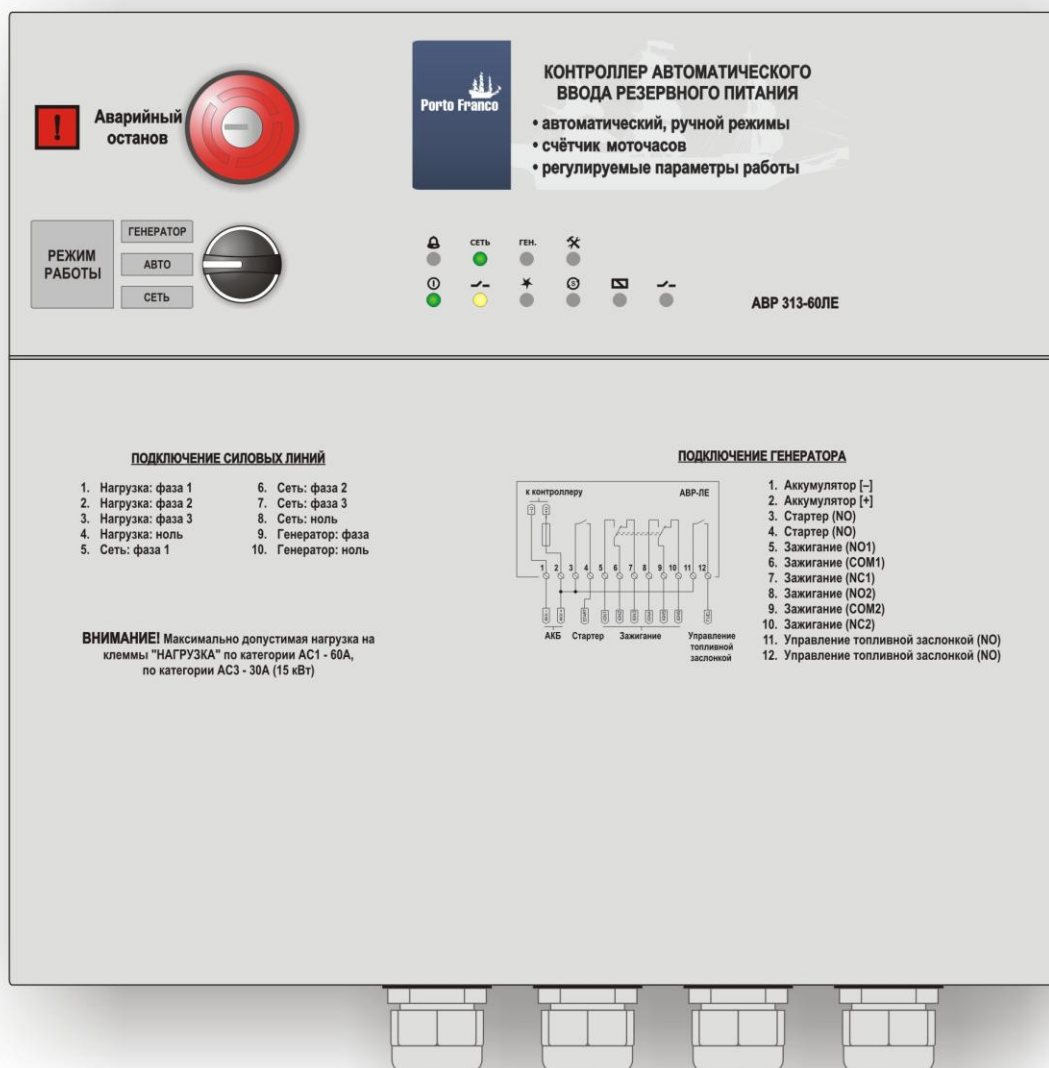

Рис. 5.1. Внешний вид контроллера АВР.
5.1.1 Конструктивно устройство выполнено в металлическом корпусе прямоугольной формы и предназначено для настенного монтажа. На фронтальной стороне расположены светодиоды индикации, кнопка «Аварийный останов» и переключатель «Режим работы». Внешний вид контроллера представлен на рис. 5.1.
5.4.1 Кнопка «Аварийный останов» (рис. 5.1) обеспечивает экстренный останов генераторной установки на любом этапе запуска, работы или нормального останова. Также кнопка «Аварийный останов» выполняет сброс сигнала тревоги.
5.4.2 Переключатель «Режим работы» (рис. 5.1) позволяет выбирать один из трёх режимов работы контроллера: «Авто», «Сеть» и «Генератор».